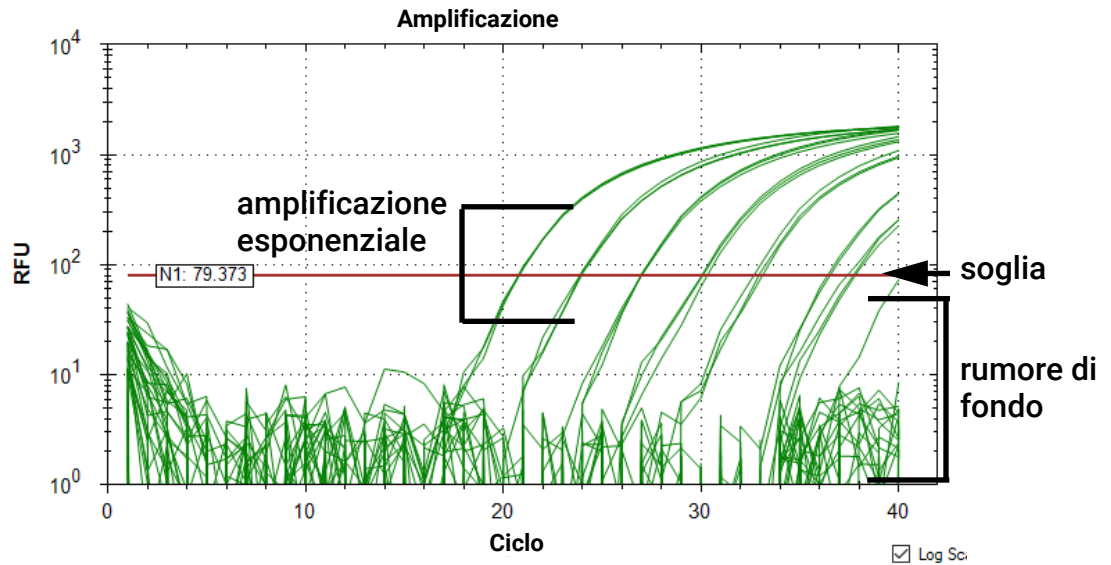

Figura 35 Grafici di amplificazione Maestro per il target N1
- b Determinare se la soglia è abbastanza alta da essere al di sopra del rumore di fondo e abbastanza bassa da includere i grafici nella fase di amplificazione esponenziale (fare riferimento alla **Figura 35**). Sulla base di questa determinazione, procedere come indicato nella **Tabella 15**.